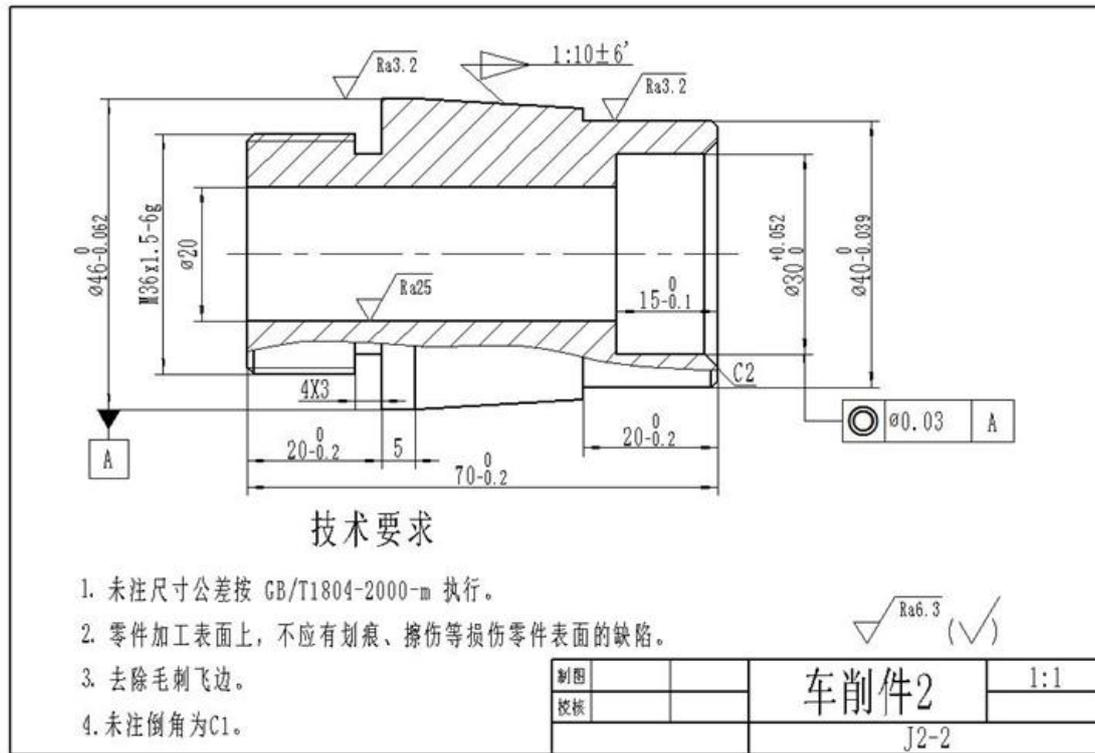

图2.2 车削件 2
(1) 任务描述：试在 CA6140 车床上加工如图 2.2 工件，所提供的工件毛坯规格： $\Phi 50\text{mm} \times 75\text{mm}$  棒料，45 钢。生产批量为中批量。最终结构要素的加工形状、公差要求以及表面质量等以图纸标注为准。